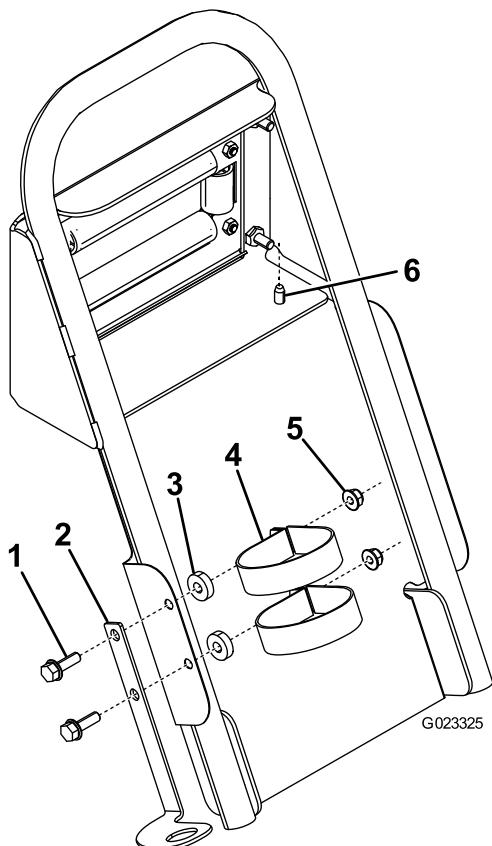

図9
7. 泥除けシールドの上部をハンドルに固定するタップねじ2本を使用する図9。
8. スプレーガン・ホルダーを、泥除けシールドに図9に示すように取り付ける。